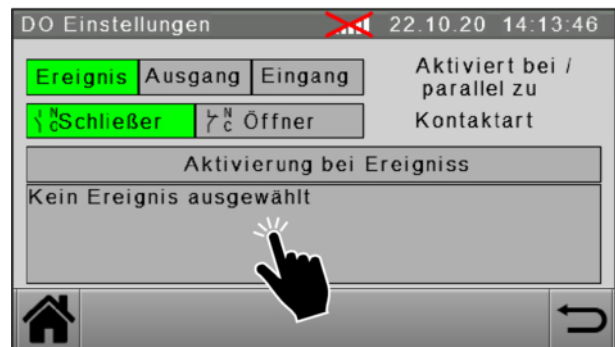

Abb. 77: Aktivierung bei Ereignis
4. Ereignis(se) wählen, bei dem der Ausgang schaltet (siehe Abbildung 77, Abbildung 78, Abbildung 79).